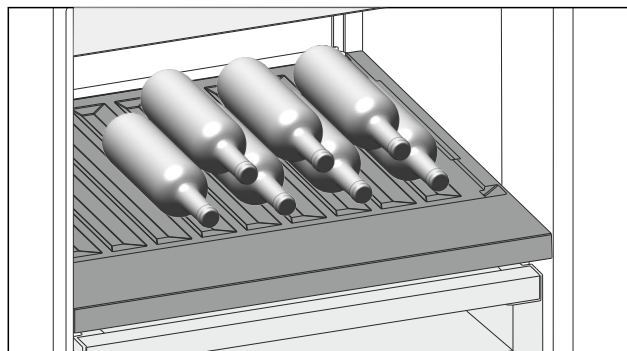

Fig. 219 Ilustrační zobrazení
- Láhve ukládejte dnem dozadu k zadní stěně. (viz Fig. 219)